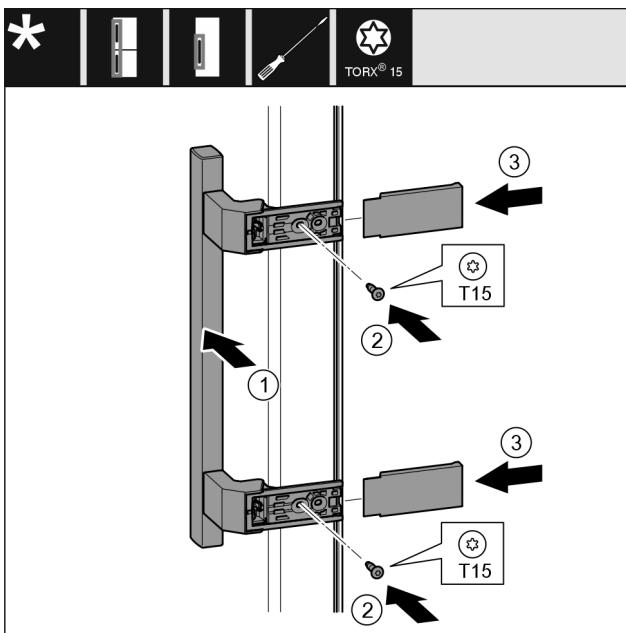

Fig. 22
- Sett på håndtaket Fig. 22 (1) på motsatt side.
- Skru fast skruen Fig. 22 (2) med en skrutrekker.
- Sett dekslene Fig. 22 (3) på siden og skyv dem på.